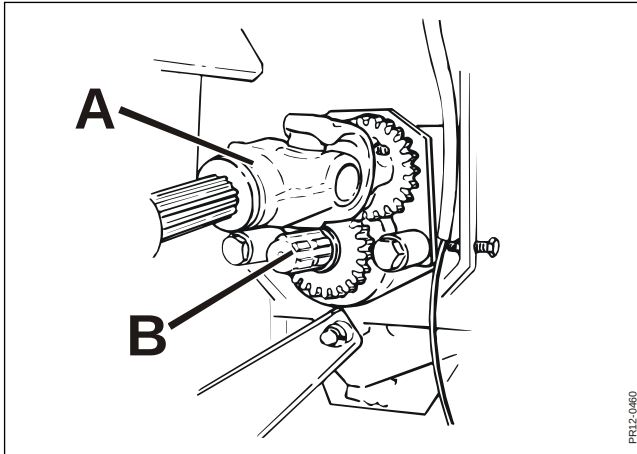
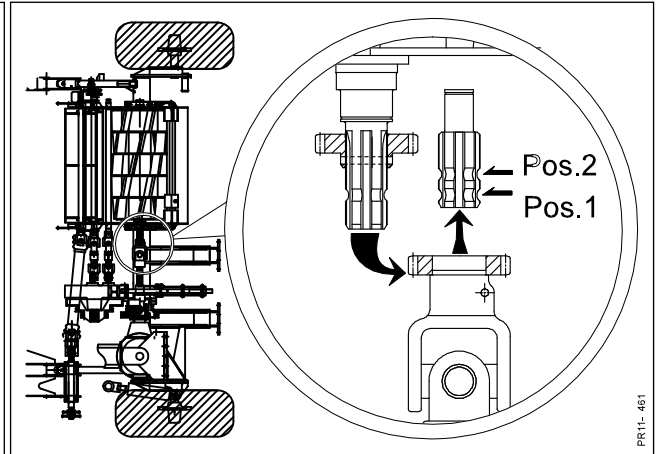

Fig. 6-9
Fig. 6-10
- Fig. 6-9** 2) Flyt KO-akslen **A** fra rotoren til den alternative tap i **pos. 1**, hvor tandhjulene
**Fig. 6-10** ikke går i indgreb. Derved drives rotoren ikke.
**ADVARSEL:** Det er vigtigt at KO-akslen **IKKE** flyttes i **pos. 2**, hvor rotoren kører med omvendt omløbsretning. Denne position anvendes kun ved slibning.
- Fig. 6-9** 4) Efter endt reversering frakobles traktorens kraftudtag igen, traktoren standses, og KO-akslen **A** flyttes tilbage til tappen **B** for drev af rotoren.